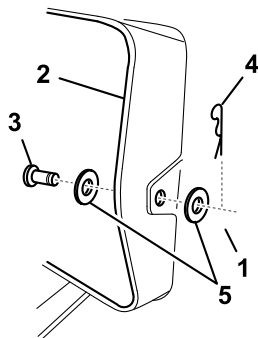

Bild 18
6. Heben Sie das Heckfangsystem an, entfernen Sie den Splint, die zwei Scheiben und den Lastösenbolzen, mit denen das Auswurfrohr an der hinteren Platte befestigt ist (Bild 18).
15. Heben Sie das Heckfangsystem an und setzen Sie den Splint, die zwei Scheiben und den Lastösenbolzen ein, um das Auswurfrohr an der hinteren Platte zu befestigen (Bild 18).
6. Heben Sie das Heckfangsystem an und setzen Sie den Splint und den Lastösenbolzen ein, um das Auswurfrohr an der hinteren Platte zu befestigen (Bild 18).